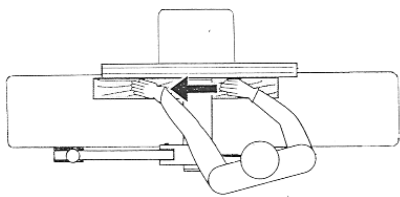

Рис. 4
**Правильное рабочее положение:** Встаньте по диагонали сбоку стола подачи (Рис. 4).